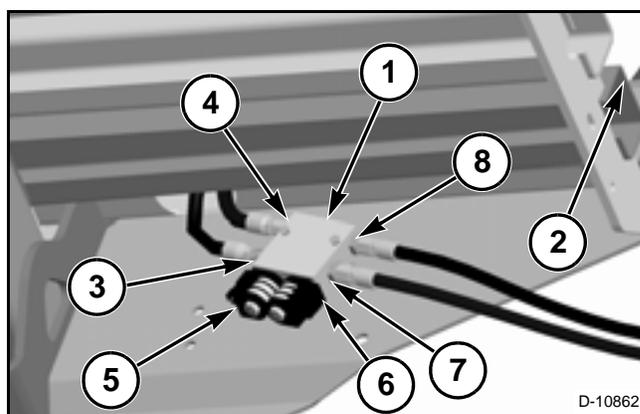

FIG. 113
FIG. 113: La válvula auxiliar (1) controla el brazo de giro del acumulador de fardo. La válvula auxiliar está situada debajo de la cámara de fardos (2) en el lado derecho.